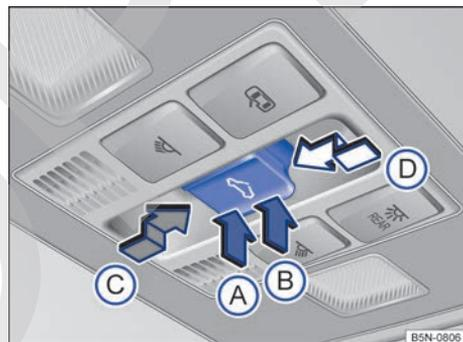

Fig. 70 En el revestimiento interior del techo: tecla del techo de cristal.
- **Ajustar la posición deflectora:** Pulse la tecla por la zona → **fig. 70** **(B)** hasta el primer nivel. Función automática: Pulse la tecla por la zona **(B)** hasta el segundo nivel.